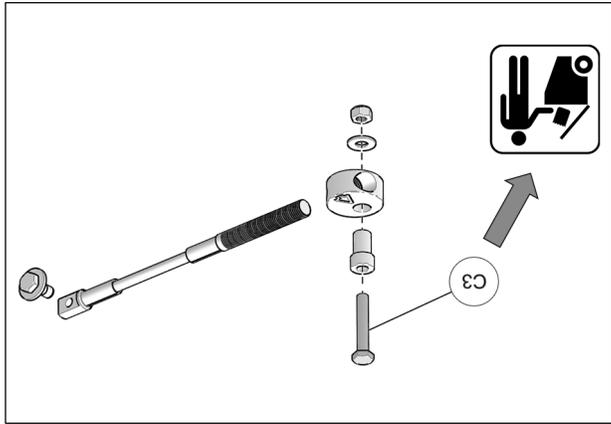

Fig. 21
11. Jeter les boulons (C3) inclus dans les ensembles de câbles-limiteur de conduite. Ils ne seront pas installés sur ce modèle de véhicule. Fig. 21